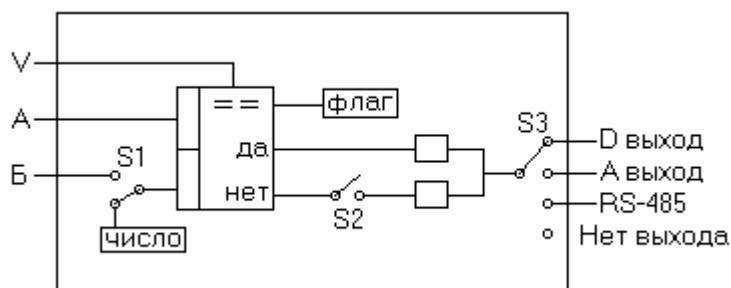

Рисунок 4.7
4.6.6 Условия «Если равно» и «Если не равно» предназначены для сравнения состояния дискретных входов. Логическая схема условия показана на рис. 4.7, но в качестве числа может использоваться только 0 или 1.